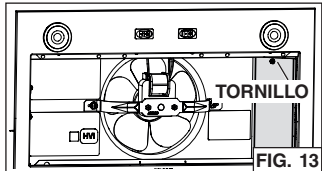

FIG. 13
- Quite la tapa del compartimiento eléctrico (en gris en FIG. 13) en el interior del aparato retirando su tornillo de sujeción. Retire la bolsa de piezas detrás de la tapa. Poner la bolsa de piezas, la tapa y el tornillo de sujeción a un lado.